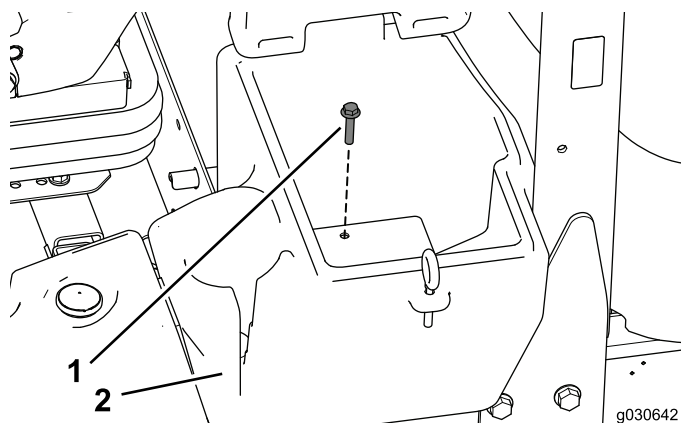

Figura 1
1. Retire y guarde el perno que sujeta el compartimento de almacenamiento situado en el lado izquierdo de la máquina (Figura 1).